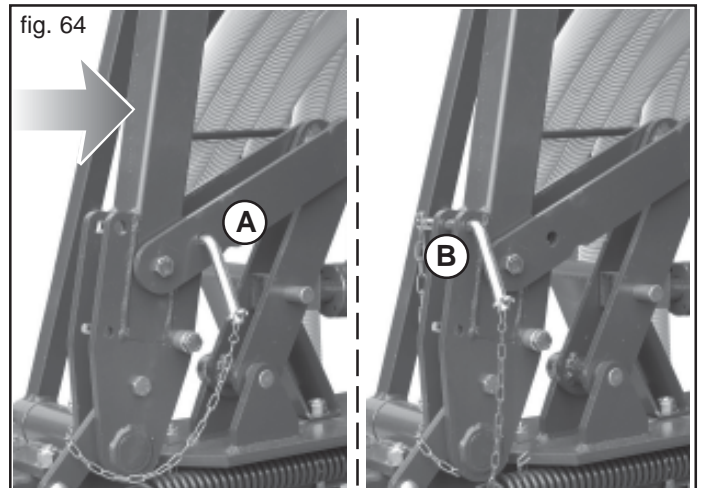

fig. 64
Prima di azionare l'impianto idraulico del marcafile, con la mano esercitare un leggera pressione sul braccio marcafile nel senso della freccia (Fig. 64), quindi sganciare le sicurezze previste su entrambi i bracci (A, Fig. 64), posizionandole come indicato in Figura 64 (B). Durante gli spostamenti stradali, bloccare con le sicurezze previste i bracci marcafile (A, Fig. 64) in posizione verticale.
- Sganciare le sicurezze (Fig. 64) ed aprire manualmente i bracci segnafile fino ad appoggiarli al suolo.